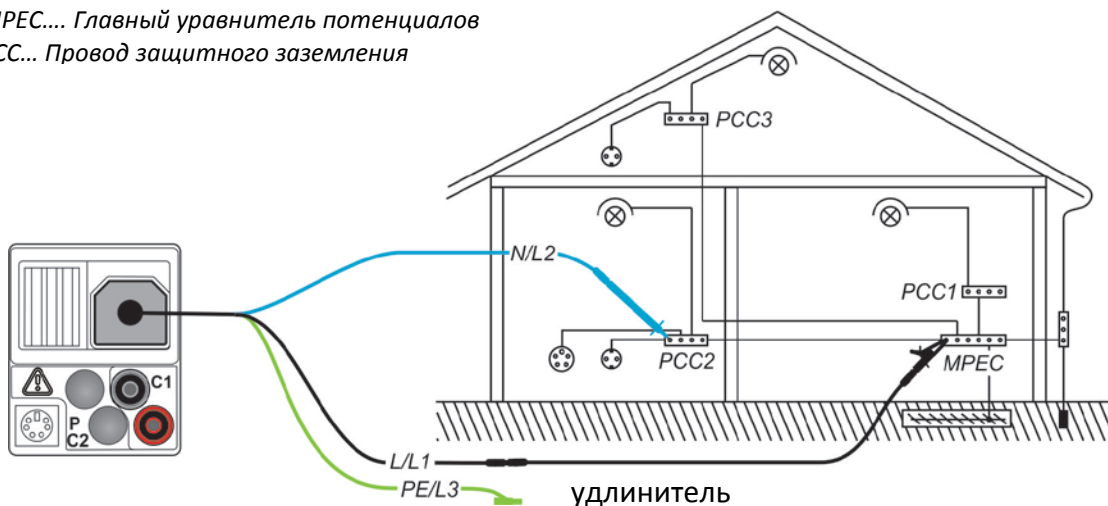

Рисунок 5.12: Подключение 3-х проводного тестового кабеля плюс дополнительного удлинительного кабеля
- **Подключите** испытательные выводы к соответствующей проводке защитного заземления PE (см. Рисунок 5.12: Подключение 3-х проводного тестового кабеля плюс дополнительного удлинительного кабеля).